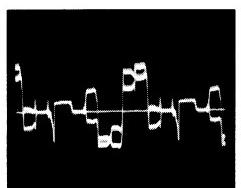

Abb. 5
- (14) Mit Fi. 9 Doppelkonturen zur Dekkung bringen (Abb. 5 und 6).
2. Oszilloskop an Mp 52 (B-Y). (11) L 445 auf Verschwinden der Doppelkonturen abgleichen (Abb. 5 und 6).